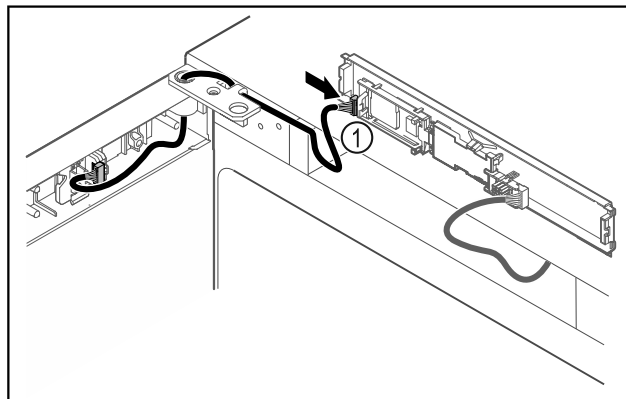

Fig. 43
- ▶ Включете щекера Fig. 43 (1) на платката.